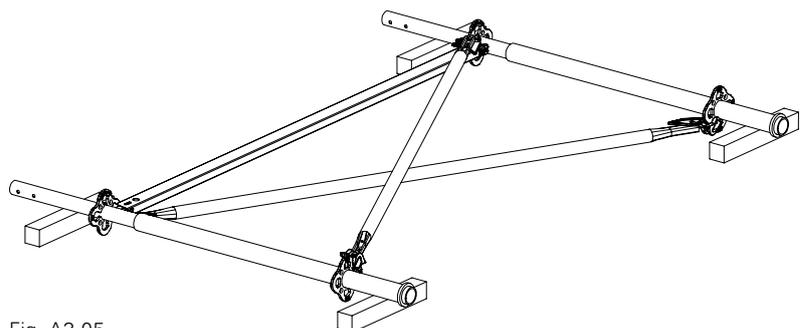

Fig. A3.05
- Girar el conjunto de cierre y montar la diagonal eje roseta del mismo modo del otro lado. (Fig. A3.05)